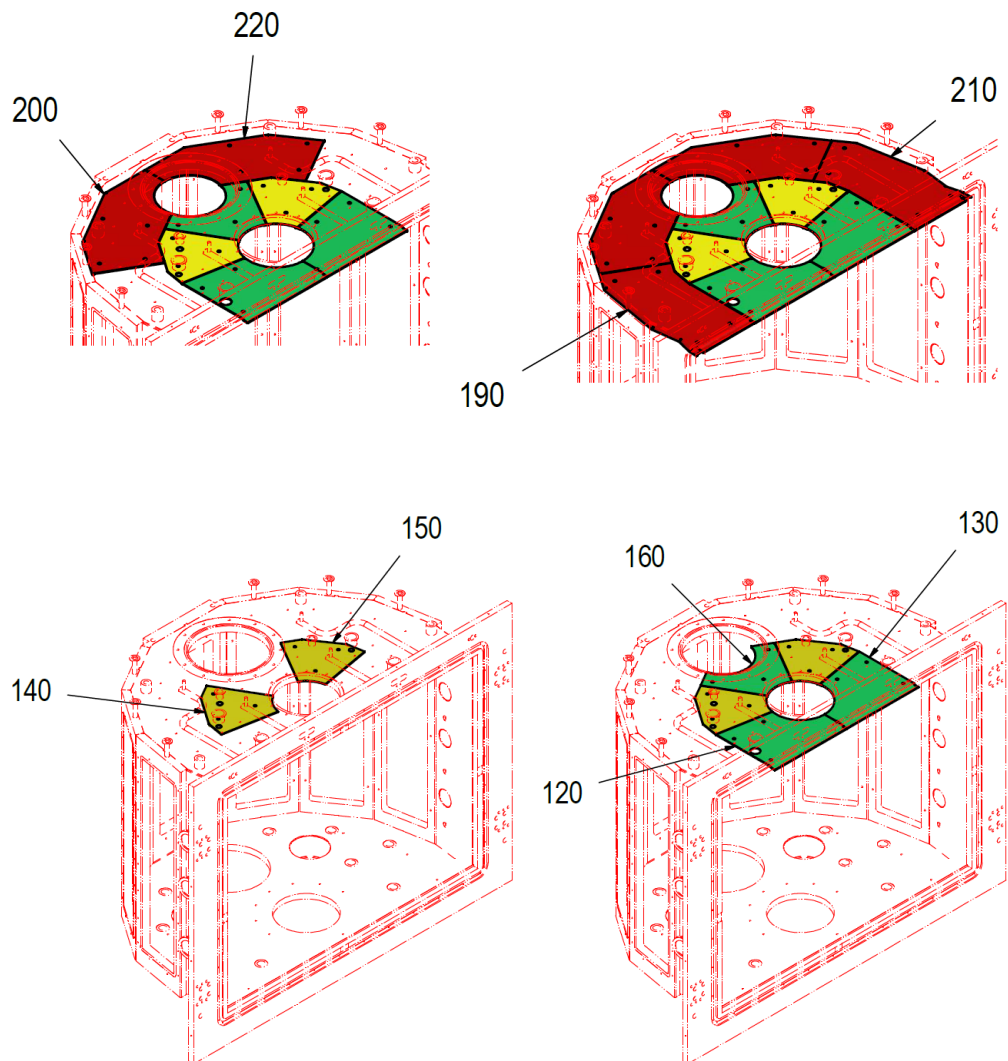

Abb. 7-12
- 4** Entfernen Sie die oberen Schutzbleche. Siehe Abb. 7-12, 191.
16 Montieren Sie die oberen Schutzbleche. Siehe Abb. 7-12,  191.